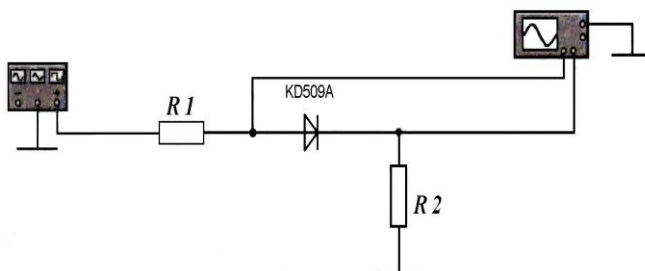

Рис. 7. Эскиз схемы для снятия осциллограммы вольт-амперной характеристики  $p-n$  перехода:
- Пользуясь вышеприведенными инструкциями, в соответствии с заранее подготовленным эскизом, собрать схему для снятия вольт-амперной характеристики  $p-n$  перехода (рис. 7).